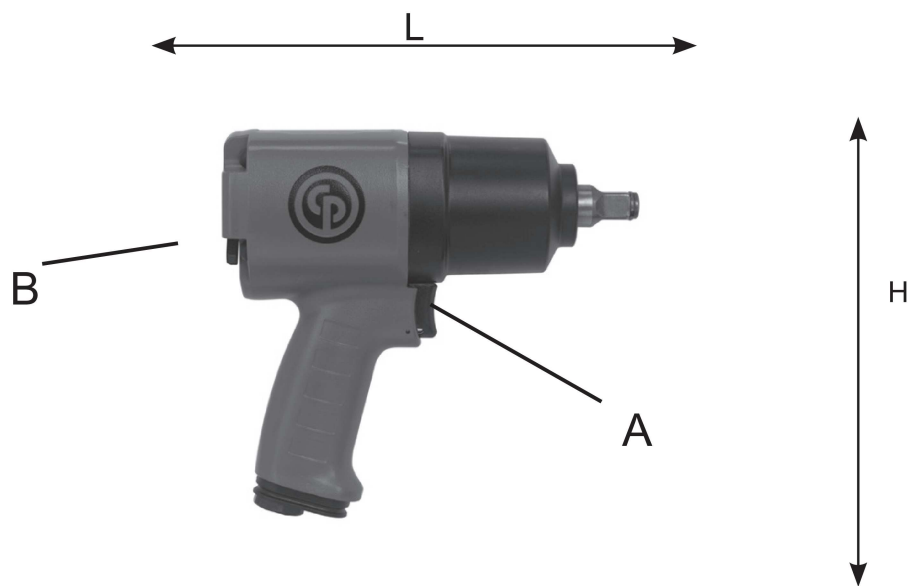

Fig. 2
**1. Dados técnicos (veja a Fig. 2)**